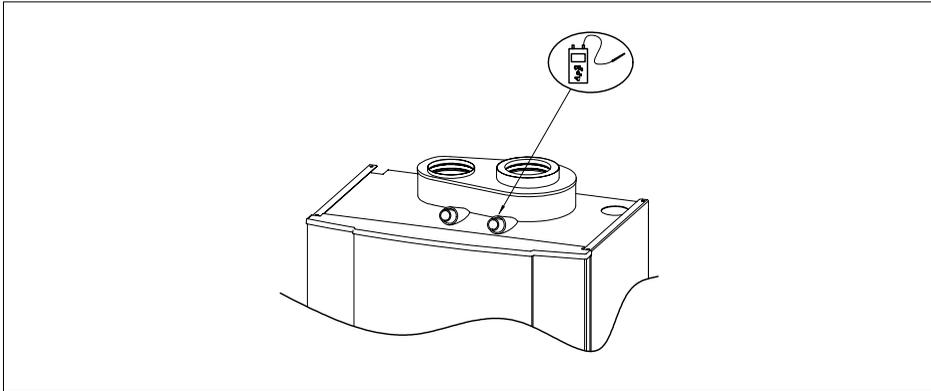

fig. 22 Point de mesure
20. Contrôler le bon fonctionnement du dispositif de réglage du rapport air/gaz en mesurant la teneur en CO2 (ou en O2 en raison de l'adjonction de CO2 dans le gaz naturel dans certaines régions) dans le conduit d'évacuation des gaz brûlés (*point de mesure, voir fig. 22 et tableau 16*).